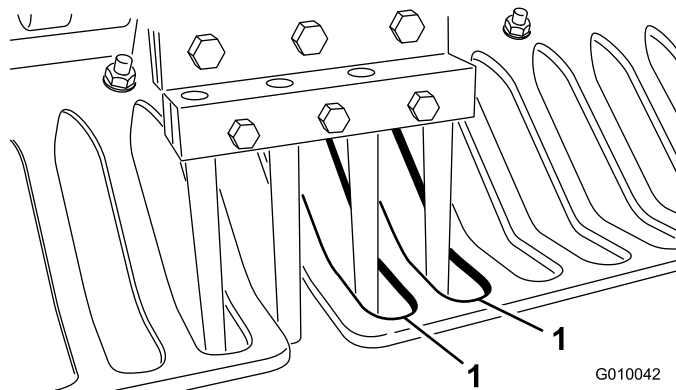

Figura 26
6. Verifique que os dentes estão alinhados com o centro das folgas nos protectores de relva (Figura 26). Ajuste os protectores de relva consoante necessário e aperte as porcas.